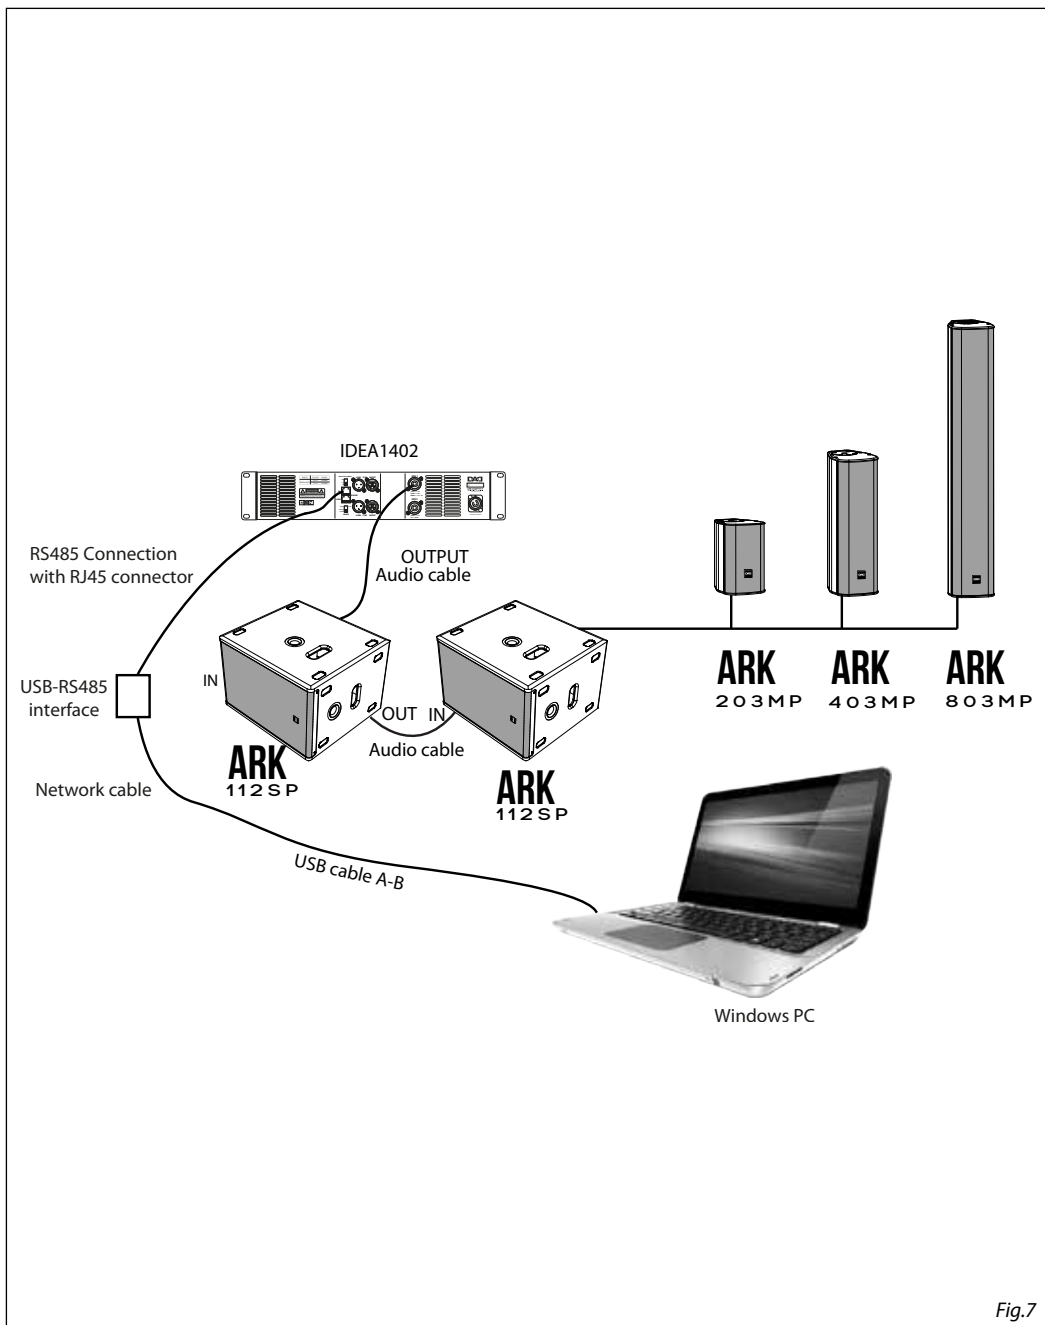

Fig.7
- Il controllo del DSP degli amplificatori IDEA1402, IDEA2804 avviene tramite porta RS485. Munirsi di adattatore ARK485RU e collegare il tutto come in fig. 7
- The DSP control of the IDEA1402, IDEA2804 amplifiers takes place via the RS485 port. Get the ARK485RU adapter and connect everything as shown in fig. 7